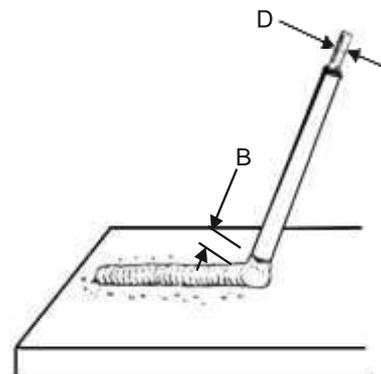

Fig. 4
3.- Arco Largo (Fig. 4). Es cuando la distancia "B" es mayor que el diámetro del alma del electrodo. No se aplica para soldaduras, en este caso resultan deficientes con muchas proyecciones, con electrodos celulósicos se practican cortes de emergencia en planchas, platinos y tuercas en sitios apartados donde no se cuenta con equipos oxicorte.